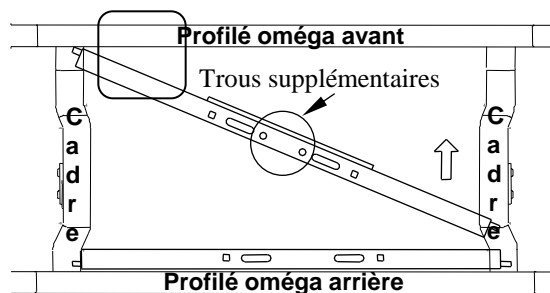

Figure 3
3. Depuis le dessous du véhicule, installer la traverse structurale d'attelage **arrière** en plaçant une extrémité au-dessus du cadre du véhicule, puis manœuvrer la section entaillée de l'extrémité opposée pour aussi la faire passer au-dessus du cadre. La traverse structurale avant est dotée de deux (2) trous supplémentaires (voir Figure 3). Placer temporairement la traverse structurale d'attelage contre la traverse de plateforme arrière du véhicule.